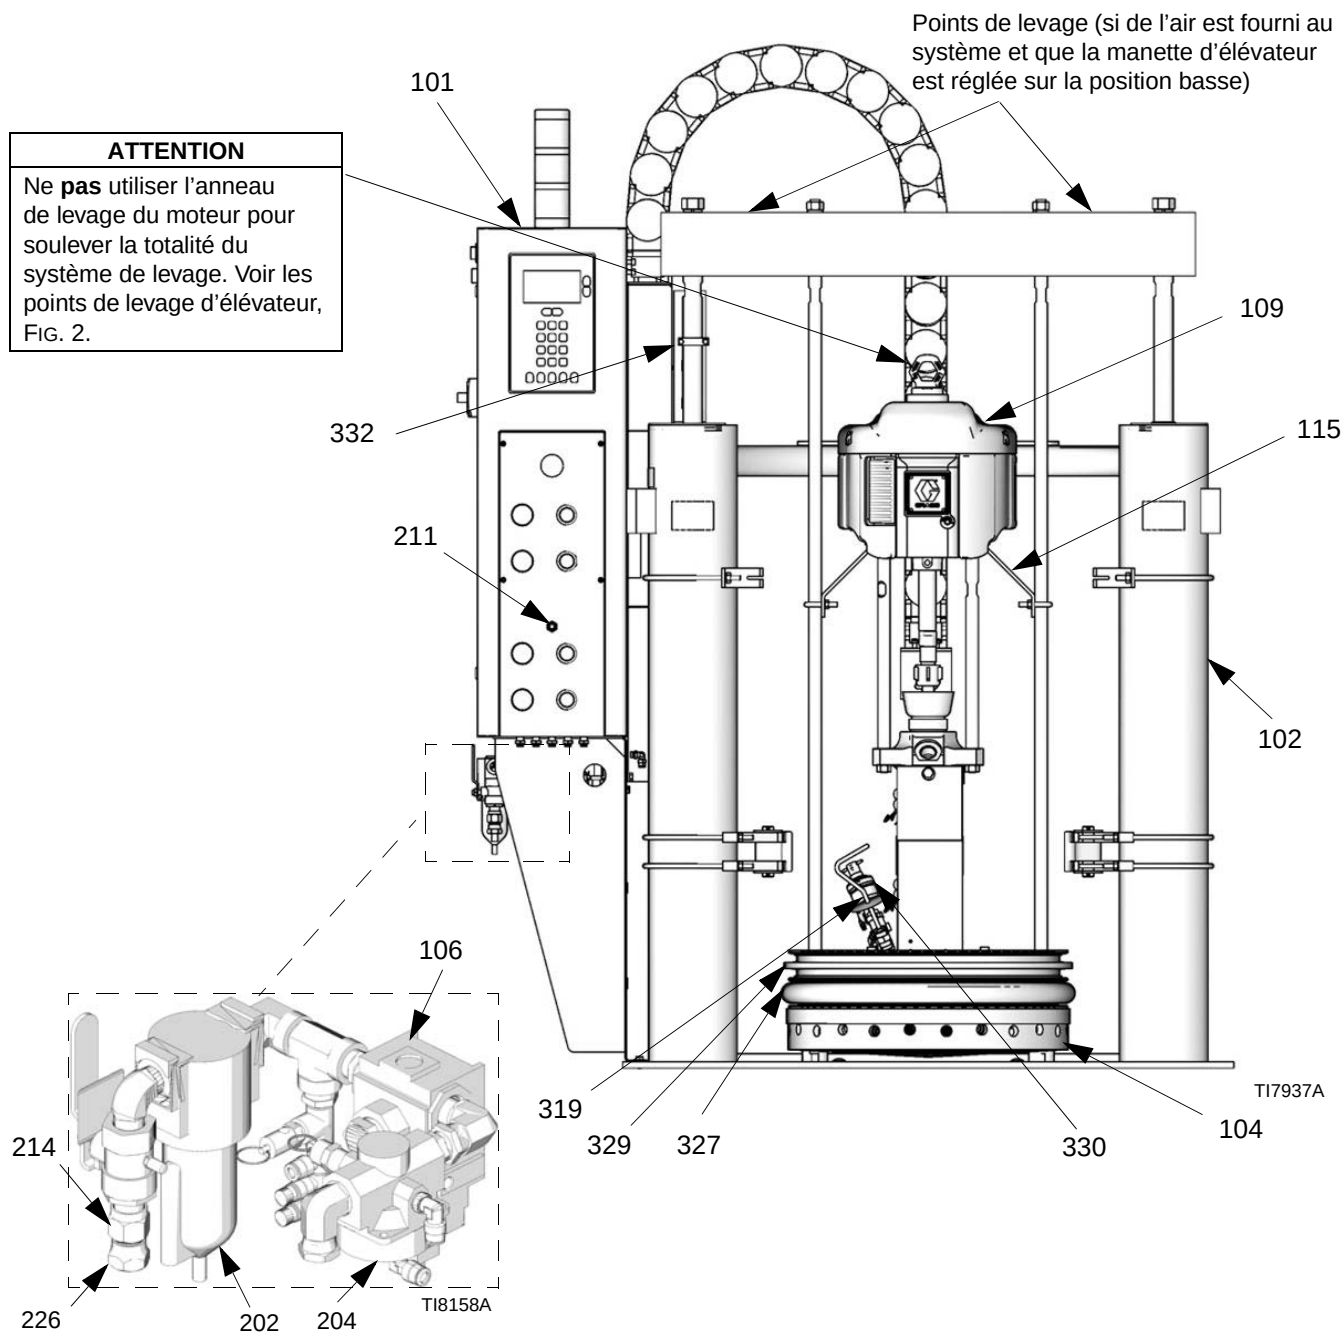

FIG. 2 : Installation type
L'installation type exposée et représentée ici n'est qu'une aide à la sélection et à l'installation des composants et accessoires du système. Voir FIG. 2. Contactez votre distributeur Graco pour toute assistance dans la conception d'un système répondant à vos besoins.
Ne **pas** utiliser l'anneau de levage du moteur pour soulever la totalité du système. Voir les points de levage d'élévateur, FIG. 2.
6. Envelopper la barre à l'aide de l'élingue de levage. Voir FIG. 2 où figurent les points de levage adéquats.